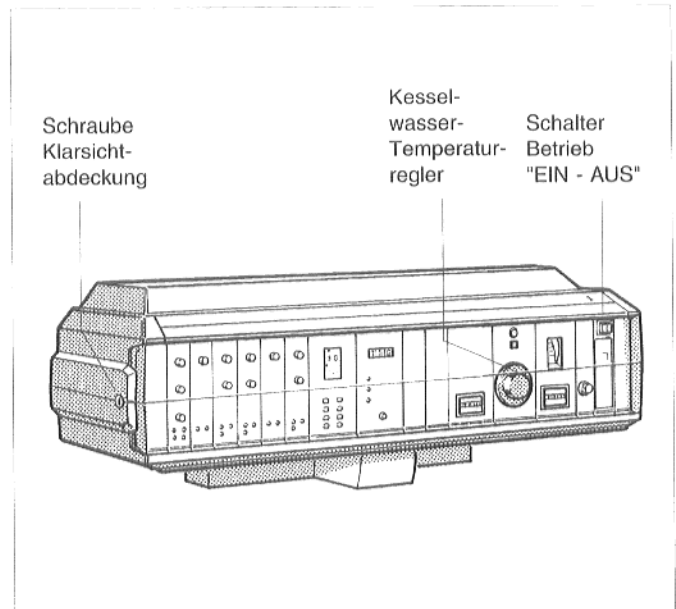
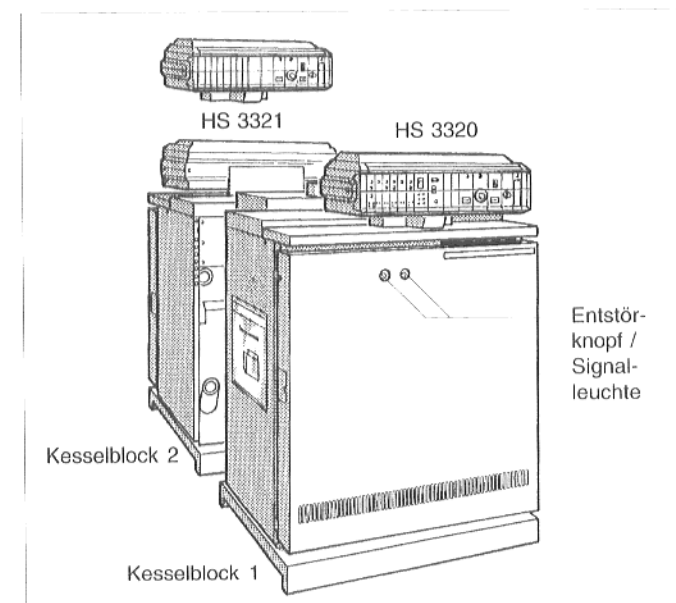

Abb. 26: Regelsystem 3000
Abb. 28: G324 XDZ
Schraubenschlitz der Klarsichtabdeckung des Regelgerätes (Abb. 26) in waagerechte Stellung bringen, z.B. mit einer Münze. Klarsichtabdeckung nach vorne abnehmen.
- Schalter Betrieb (Abb. 26 bzw. 27), bei Doppelkessel an beiden Regelgeräten, in Stellung I (EIN) stellen.
Kesselwasser-Temperaturregler (Abb. 26 bzw. 27) bei HS 3320 und HS 4201 auf "AUT", bei HS 3321 auf die gewünschte Temperatur einstellen.
Kesselwasser-Temperaturregler (Abb. 26) des Kesselblocks 2, zu erkennen an Regelgerät HS 3321 (Abb. 28), auf Höchsttemperatur stellen.
Kesselwasser-Temperaturregler (Abb. 26) des Kesselblocks 1, zu erkennen an Regelgerät HS 3320 (Abb. 28), auf "AUT" stellen.
Kesselwasser-Temperaturregler (Abb. 26) an beiden Regelgeräten auf Höchsttemperatur stellen.
Kesselwasser-Temperaturregler (Abb. 26) eines Kesselblocks auf die gewünschte Temperatur stellen. Damit ist Kesselblock 1 definiert.
Leuchtet die Signalleuchte am Entstörknopf (Abb. 28), Entstörknopf drücken.